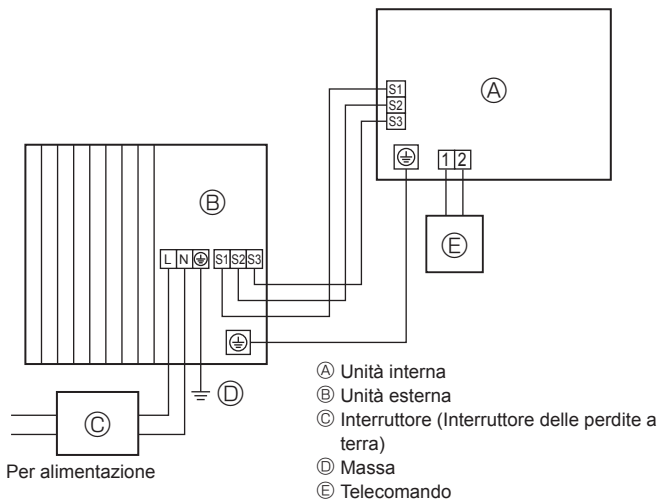
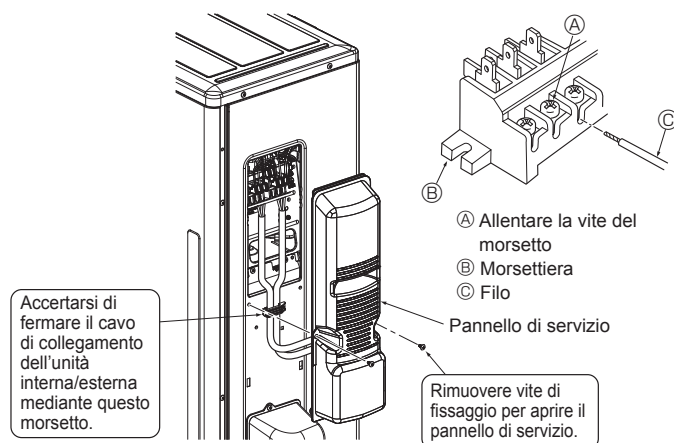
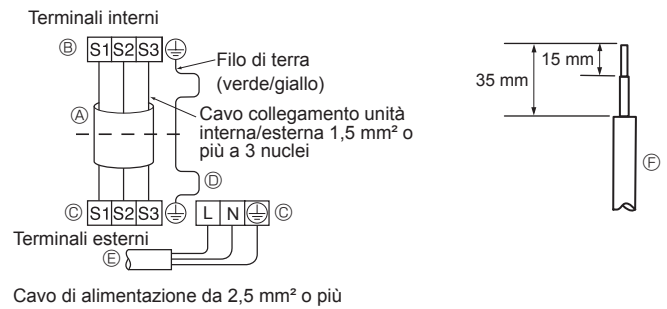

Fig. 6-1
Fig. 6-3
Fig. 6-2
6.1. Unità esterna (Fig. 6-1, Fig. 6-2, Fig. 6-3)
- ① Rimuovere il pannello di servizio.
- ② Collegare i cavi facendo riferimento alla Fig. 6-1, Fig. 6-2 e Fig. 6-3.
- Eseguire i collegamenti elettrici seguendo lo schema ripreso qui sotto a sinistra. (Procurarsi il cavo localmente) (Fig. 6-2)